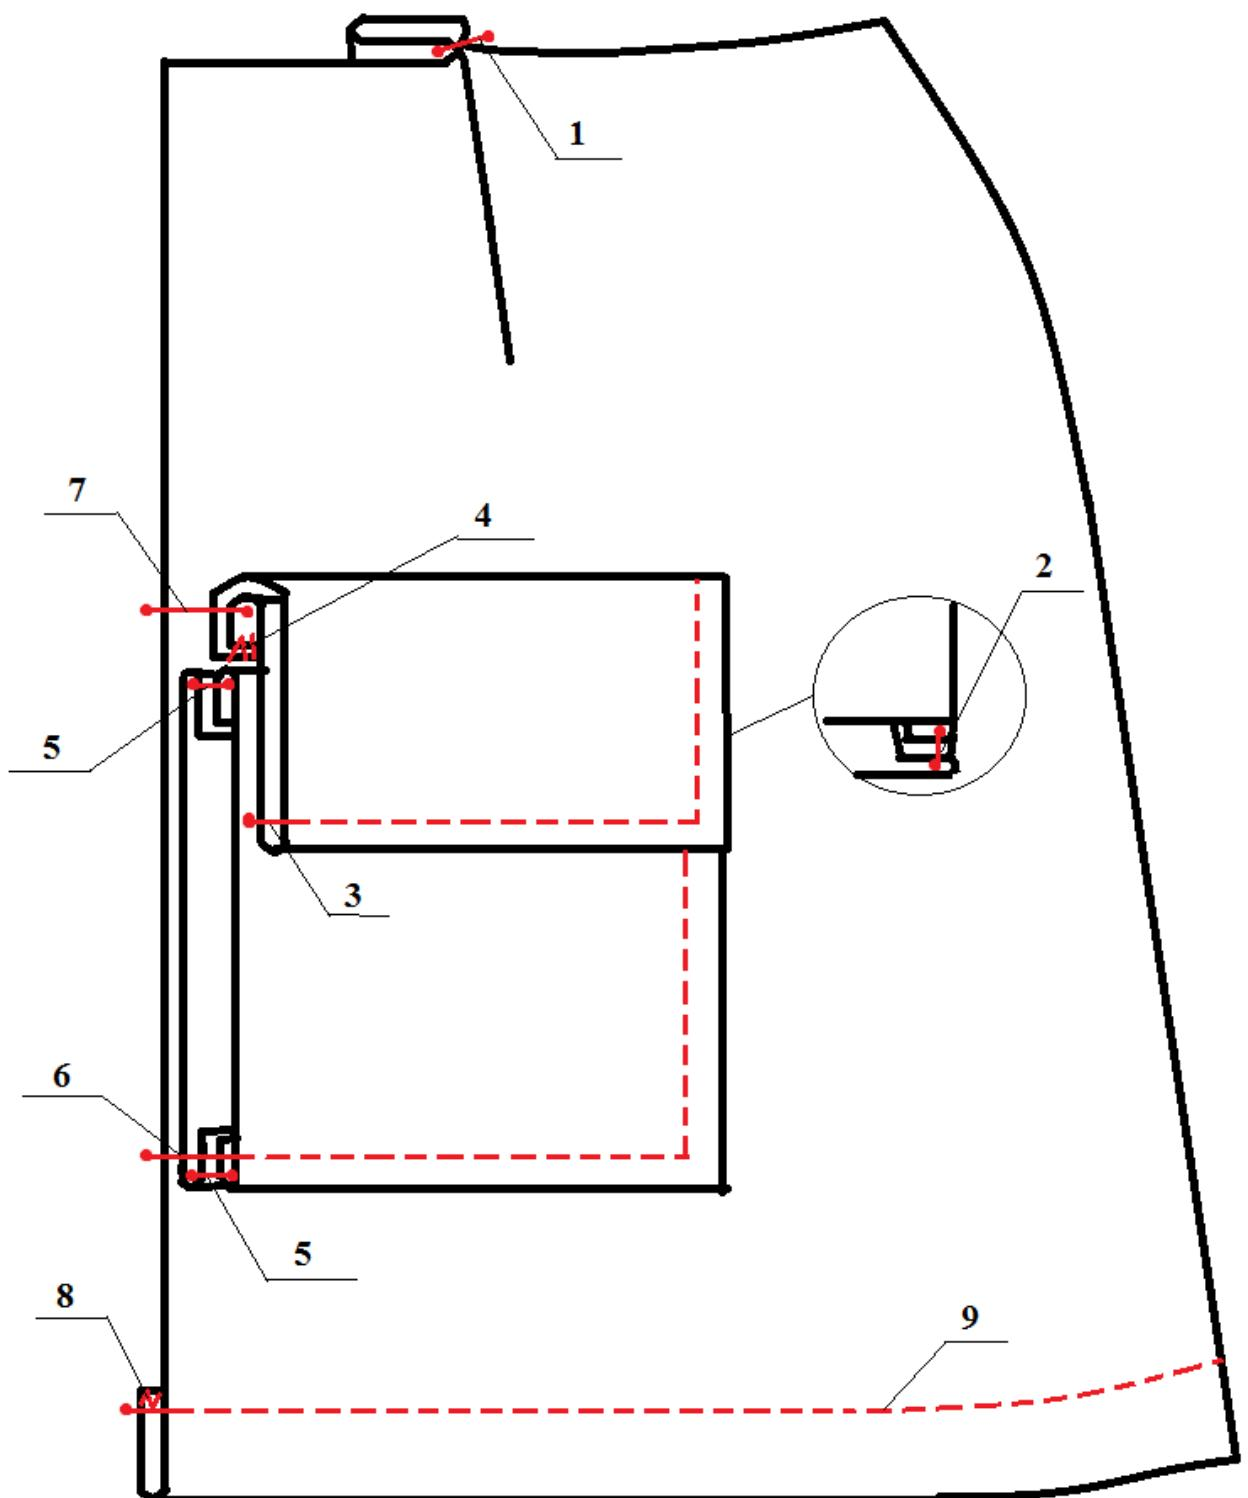

Рисунок 2 – Схема обработки переднего полотнища юбки
2) При пошиве можете воспользоваться рекомендованной технологической последовательностью изготовления, приведенной ниже (стр. 7), а также схемой обработки (стр. 8, рис. 2), или применить свой метод изготовления, не ухудшающий качество и полностью соответствующий заданному внешнему виду фрагмента модели женской юбки.
1. Стачать вытачку на переднем полотнище, начиная строчку от срезов и сводя ее к вершине вытачки «на нет» (строчка 1 на рис. 2)
3. Клапан перегнуть вдоль пополам лицевой стороной внутрь и обтачать короткие срезы (строчка 2 на рис. 2). Припуски на уголках срезать. Клапан вывернуть, шов выпрямить и приутюжить.
4. Короткие и продольный край клапана отстрочить швом шириной 0,5 см (строчка 3 на рис. 2).
5. Открытые края клапана обметать (строчка 4 на рис. 2). Клапан приутюжить.
6. Карман обтачать подкладом, оставляя в шве обтачивания верхнего среза открытый участок длиной 3-4 см для выворачивания (строчка 5 на рис. 2). Уголки срезать наискосок. Карман вывернуть, шов выпрямить, выметать. Открытый участок подшить потайными стежками. Карман приутюжить.
7. Карман настрочить на лицевую сторону переднего полотнища, учитывая его расположение согласно эскизу (строчка 6 на рис. 2). Ширина шва настрачивания кармана 0,5 см. В начале и конце строчки обязательно сделать закрепки. Приутюжить.
8. Клапан наложить внешней стороной на лицевую сторону полотнища юбки (клапан направлен вверх), совместить обметанные срезы клапана с верхним краем кармана. Клапан притачать (строчка 7 на рис. 2).
10. Обметать нижний срез переднего полотнища (строчка 8 на рис. 2).
11. Застрочить нижний срез переднего полотнища (строчка 9 на рис. 2).